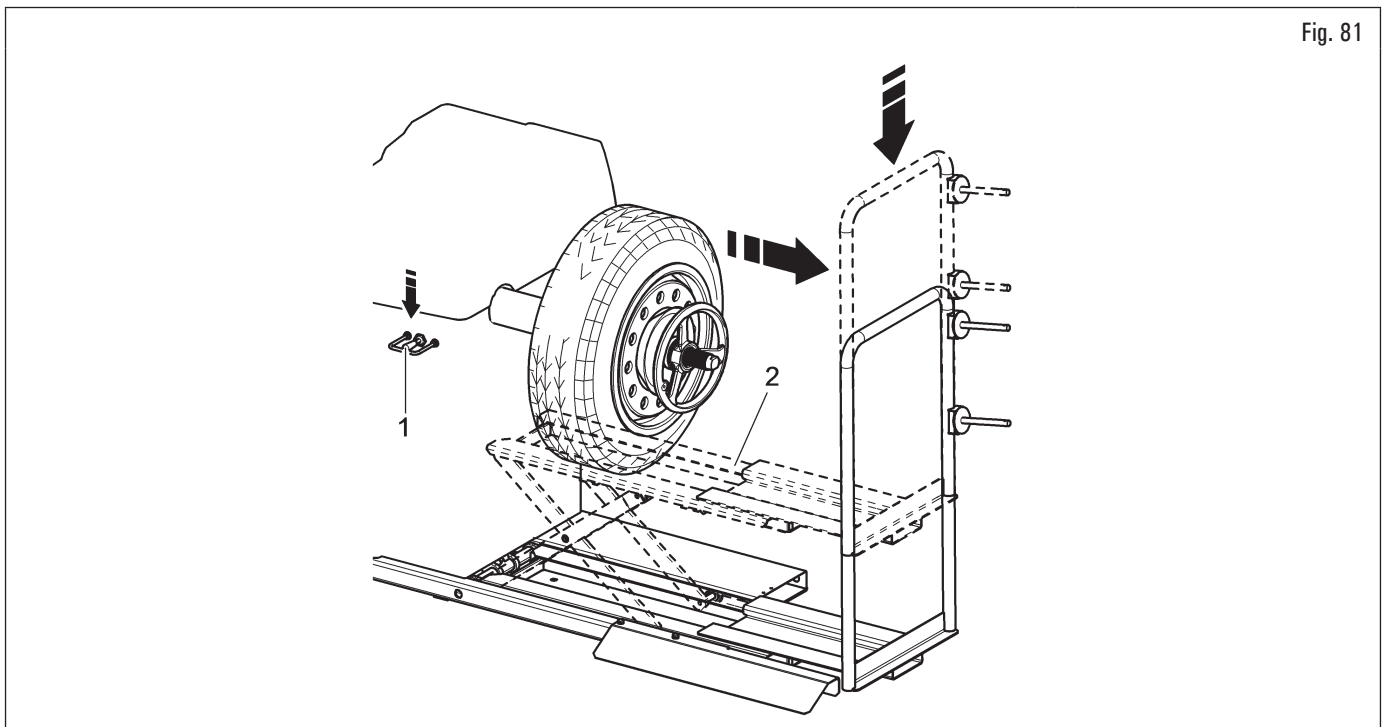

Fig. 81
6. baisser le commande de l'élévateur (Fig. 81 réf. 1) et faire descendre la plate-forme (Fig. 81 réf. 2).